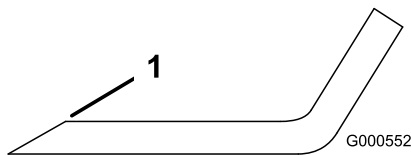

Figure 112
1. Au moyen d'une lime, aiguissez les tranchants à chaque bout de la lame (Figure 112).
Remarque: Si la lame est déséquilibrée, limez un peu l'extrémité de l'ailette seulement (Figure 112).